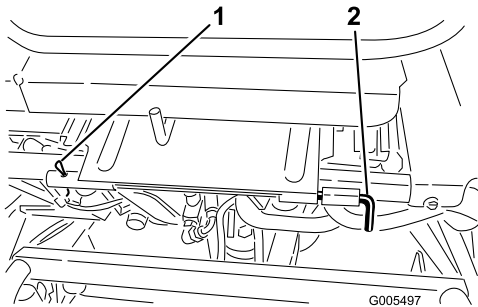

Figura 37
3. Abbassate il sedile e togliete la coppia che fissa l'asta orientabile del sedile al telaio (Figura 37).